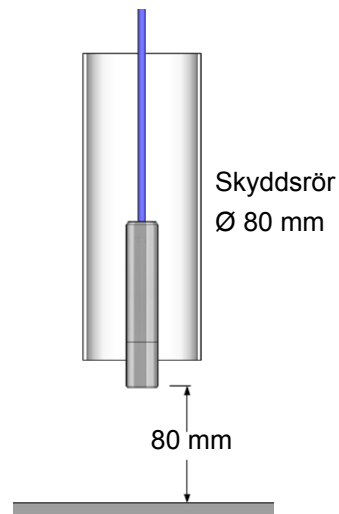

Fig. 2.
Sänk ner givaren i röret så att nederkanten av givaren sticker ut något från skyddsroret, d.v.s. ca 8 cm från botten av stationen (se fig. 2).
3. Utför armering av tankar enligt instruktion Bild 2 - 3